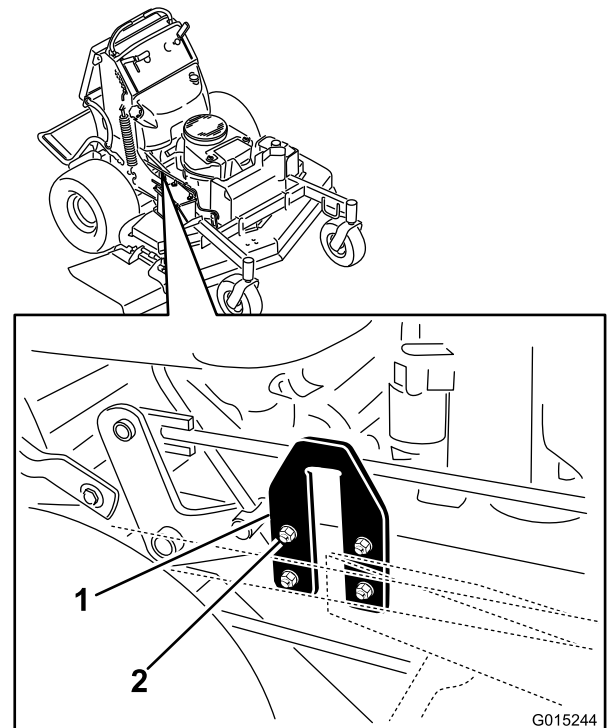

Figure 83
2. Localisez les plaques en U sur le côté du plancher moteur (Figure 83).
3. Desserrez un côté de la plaque en U et montez ou abaissez la plaque pour réduire la différence entre les valeurs mesurées en **B** et **C** à 6 mm maximum (Figure 83).